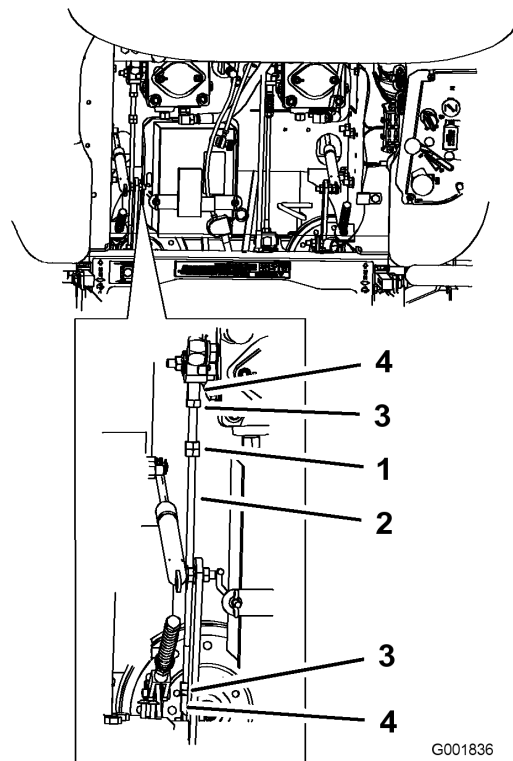

Figura 59
1. Afloje las contratuercas de la articulación esférica de la varilla de control de la bomba (Figura 59).
3. Ajuste la longitud de la varilla de la bomba girando las tuerca doble de la varilla, en el sentido apropiado, hasta que la rueda quede estacionaria o se mueva muy lentamente en marcha atrás (Figura 59).
6. Apriete las contratuercas de las articulaciones esféricas (Figura 59).